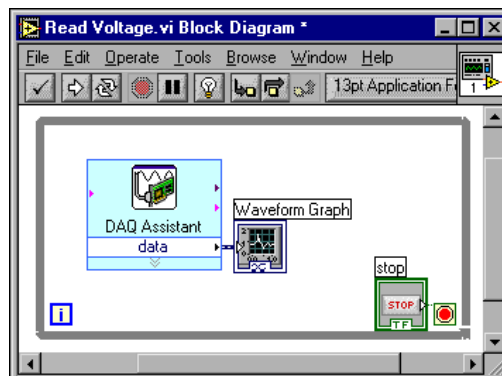

Figura 4-2 Lo schema a blocchi per il VI Read Voltage.
8. Collocare un loop While attorno al VI Express Assistant e all'indicatore del grafico connesso all'output **data**. Lo schema a blocchi dovrebbe apparire simile a quello mostrato nella Figura 4-2.